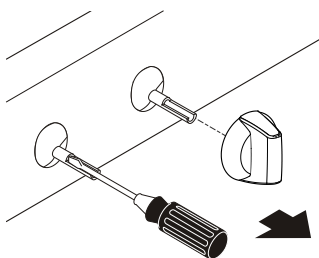
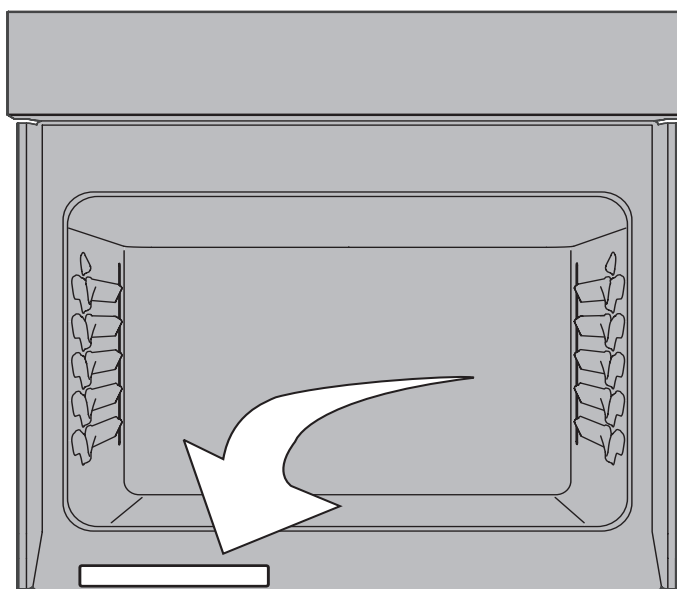

Fig. 17
Fig. 19
- Introduzca un destornillador delgado en la varilla hueca de la válvula y ajústelo sobre el tornillo que se encuentra adentro. El tamaño de la llama se puede aumentar o reducir girando el tornillo. Gire el tornillo a la izquierda para aumentar el tamaño de la llama (vea las Fig. 17 y Fig. 19).